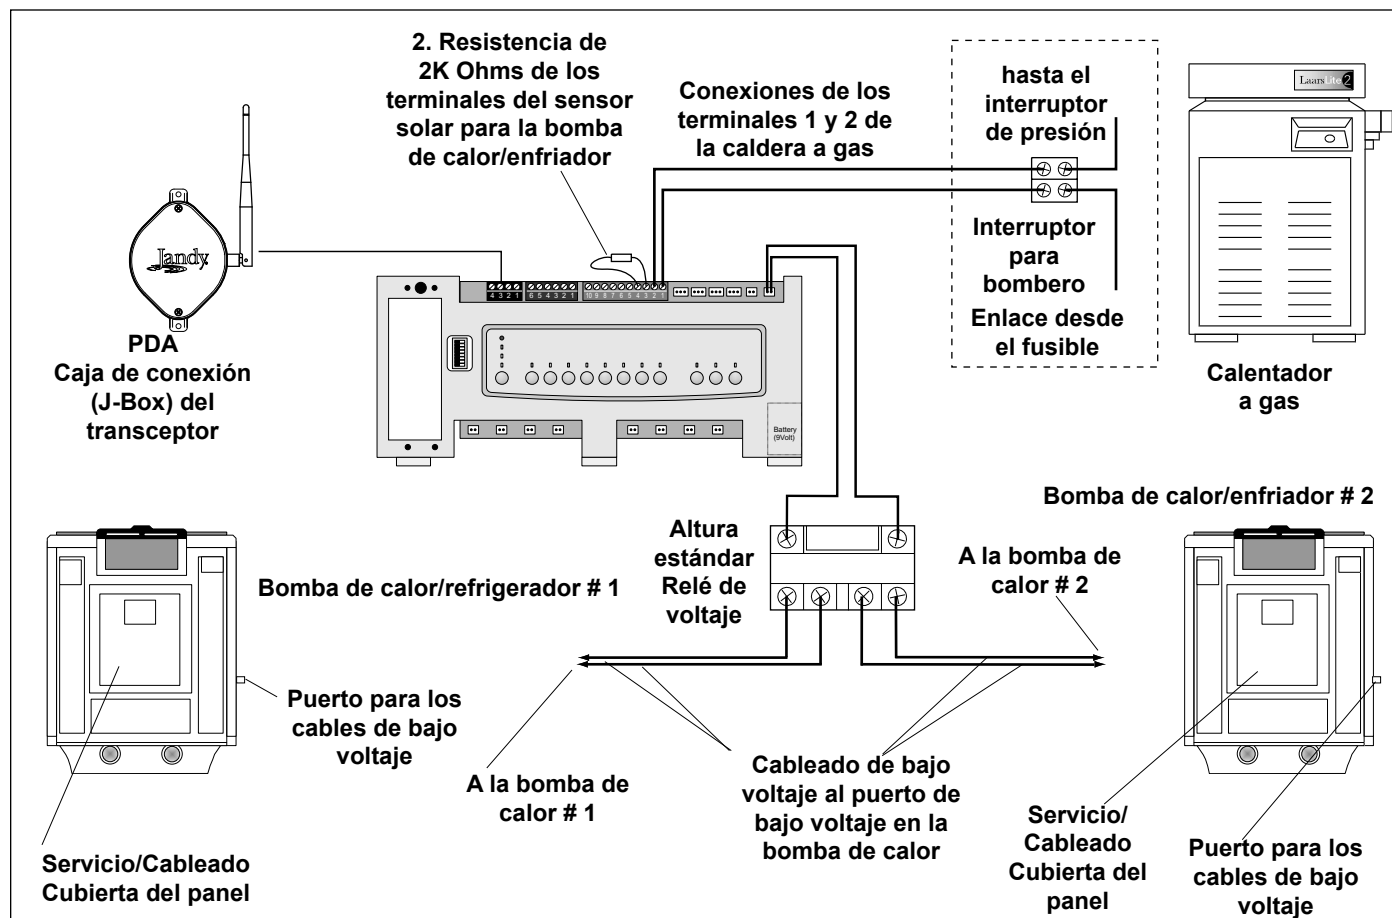

Figura 16. Cableado de la caldera y de la bomba de calor/refrigerador
1. Instale una resistencia de 2.2K Ohms, en las terminales del sensor solar # 3 y 4 de la barra terminal de 10 clavijas del centro de carga del AquaLink RS (véase Figura 16).
2. Para colocar los cables desde la bomba de calor, remueva los 5 tornillos que ajustan la cubierta de servicio/cableado del panel hasta la bomba de calor (véase Figura 16).
**NOTA** Uno de los extremos del cableado reservado para ir a través de la conexión del conducto identificado como “conexión de bajo voltaje”, ubicado en la parte más inferior a la derecha de la bomba de calor (véase Figura 16).